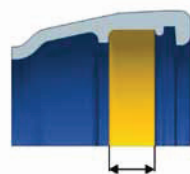

Abb. 3
- Nur die in Abb. 3 gekennzeichnete Dichtfläche mit zugelassenem Gleitmittel sorgfältig und dünn bestreichen